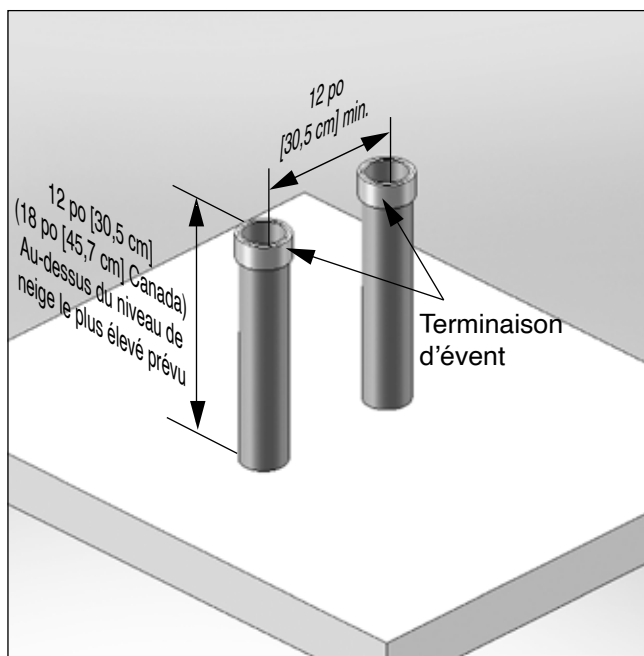
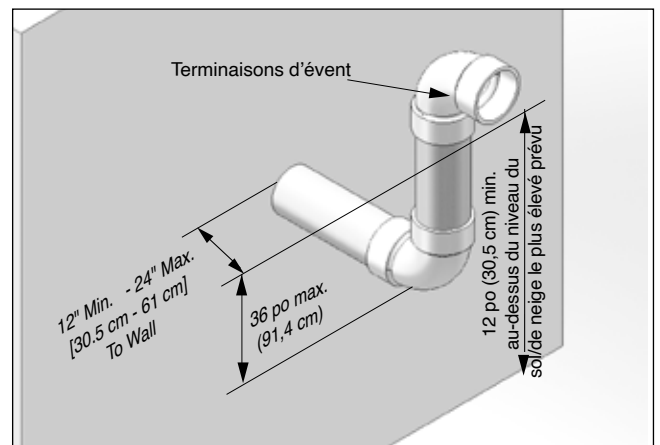

Fig. 17 - Catégorie IV - Terminaison verticale de plusieurs chaudières INSTINCT
Fig. 19 - Catégorie - IV - Terminaison périscopique murale du tuyau d'évent
2. Chaque terminaison d'évent doit être à un minimum de distance de 12 po [30,5 cm] de la terminaison adjacente, dans le cas des installations aux États-Unis, comme illustré à la **fig. 17 ci-dessous**. Pour les installations au Canada, fournissez les dégagements exigés par la norme CAN/CSA B149.1.
- À l'aide d'un coude de 90°, comme l'illustre la **fig. 19**.
3. Localisez la pénétration du tuyau d'évent de manière à créer les dégagements décrits à la *Fig. 17 en page 26* et à la *Fig. 19 en page 27*.
- À l'aide d'un coude de 90°, comme l'illustre la *Fig. 19 en page 27*.
N'allongez pas le tuyau d'évent à l'extérieur du mur latéral, au-delà des dimensions illustrées dans la *Fig. 17 en page 26* et la *Fig. 19 en page 27*. L'exposition prolongée du tuyau d'évent pourrait causer le gel du condensat et bloquer le tuyau d'évent, entraînant des dommages matériels substantiels, des blessures graves ou la mort.
- La *fig. 19* illustre une option de terminaisons d'évent pour plusieurs chaudières INSTINCT. L'une ou l'autre option de terminaison illustrée à la *Fig. 17 en page 26* ou à la *Fig. 19 en page 27* peut être utilisée pour les installations de plusieurs chaudières INSTINCT. La distance minimale de 12 po [30,5 cm] entre les lignes centrales de la tuyauterie d'évent doit être maintenue peu importe l'option choisie.
- Consultez la *Fig. 17 en page 26* et la *Fig. 19 en page 27* pour connaître les dimensions de terminaison d'évent pour chaque unité installée dans le cadre d'une installation multiple.